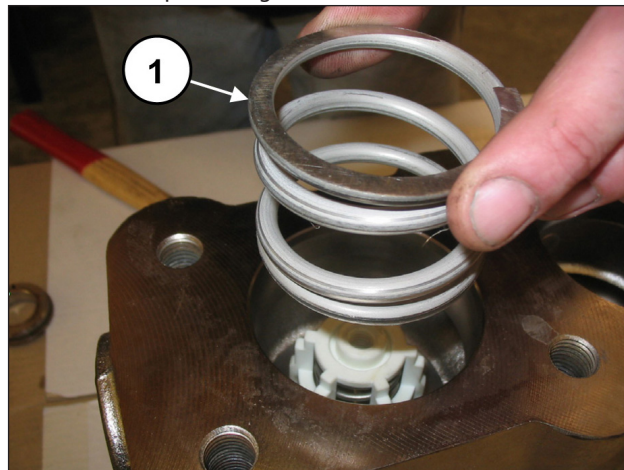

Fig. 102
Sfilare la molla (pos. ①, Fig. 102).